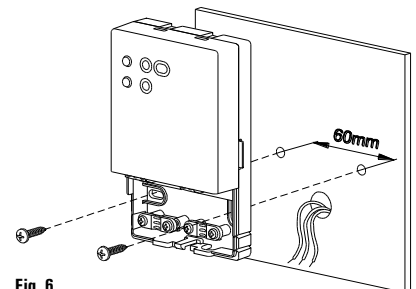

Fig. 6
- 5 Fixer la plaque murale sur la paroi en utilisant les trous prévus à cet effet avec un espacement de 60mm (utiliser les vis et/ou chevilles en dotation) - Fig. 6.